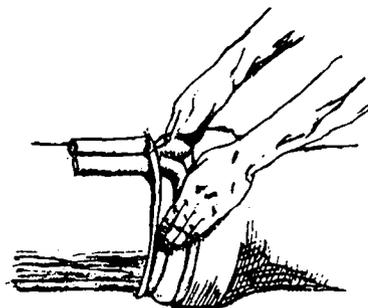

FIG. 3
3.^o Passo - Pressione a corda contra a bolsa (fig. 3).